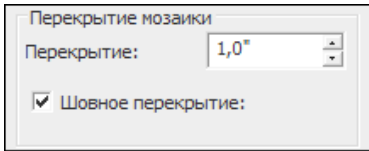

Рис. 7. Окно настройки функции перекрытия
1. На вкладке «Настройки мозаики» выберите параметр **Перекрытие** (см. рис. 7).